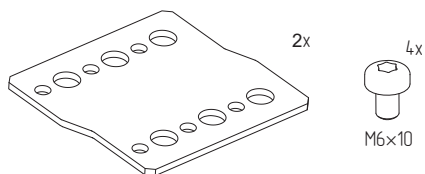

Рисунок 123
4.39.2 Проверить комплектность (рисунок 123).